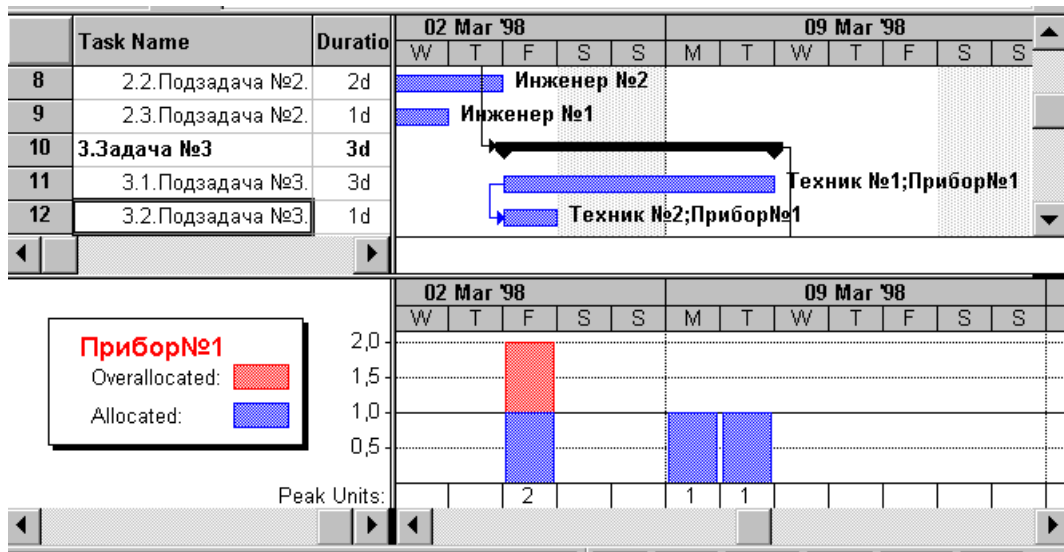

Рис.4.6.
- 4.2. Назначить эти ресурсы совместно с людскими ресурсами «Техник№1» и «Техник№2» подзадачам 3.1. и 3.2. (строки 11 и 12) аналогично тому, как показано на Рис.4.6. в верхней его части. При возникновении предупреждающего сообщения, **прочитай, игнорировать** его и продолжить назначение ресурса.
- Просмотр графика ресурсов (подобно тому, как показано в **нижней части** Рис.4.6.).
- Просмотр совмещенных диаграммы Ганта и Графика ресурсов как показано на Рис.4.6.